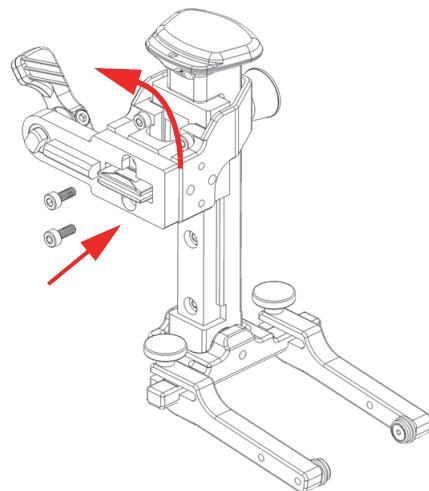

图 2-21 翻转弹簧加载臂的支架
2. 将弹簧加载臂的支架旋转180度（参见第57页的图 2-21）。
3. 重新放回两个螺钉（参见第57页的图 2-21）。